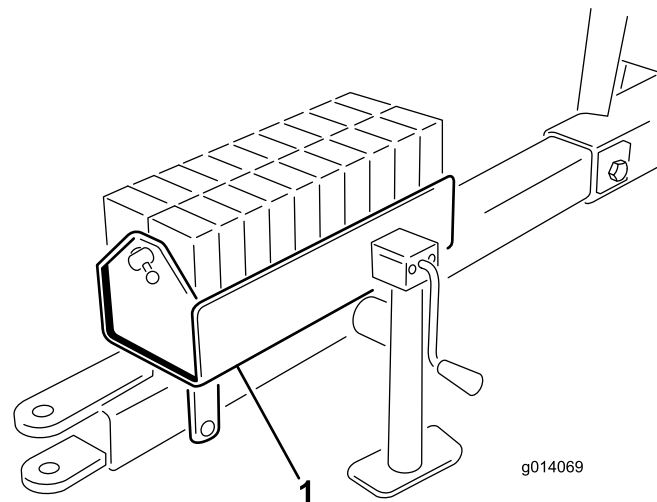

Рисунок 6
5. Поместите грузы в ящик для грузов и установите штангу и палец (Рисунок 6).